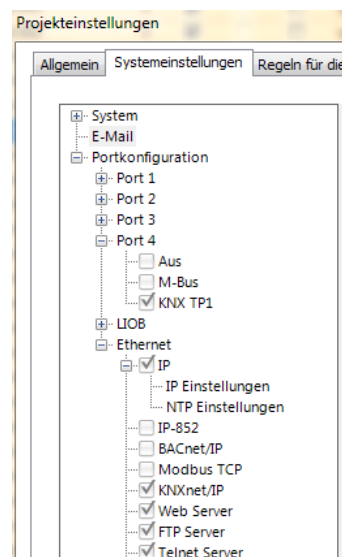

Abbildung 161: Aktivieren von KNX/TP1 und KNXnet/IP
2. Im Karteireiter **Gerätekonfiguration** müssen Sie das Markierungsfeld für KNX unter Port 4 oder dem Ethernet-Port anhaken, wie in Abbildung 161 dargestellt.